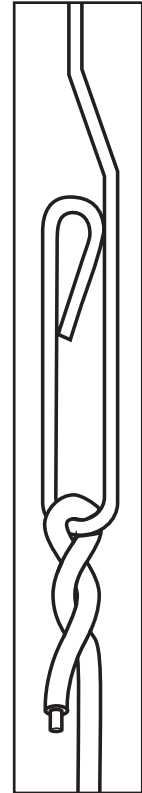

Figure 1 / Figura 1
5. Push fish tape to the pulling point and securely fasten the wire or pull line to the tip as shown in Figure 1. Wrap connection in electrician's tape to help prevent it from snagging or unraveling.
5. Poussez le fil de tirage jusqu'à ce qu'il atteigne le point de tirage et fixez solidement le câble ou la ligne de tirage à la pointe, comme illustré à la Figure 1. Enveloppez la connexion dans du ruban isolant pour réduire les risques que le fil s'accroche ou s'effiloche.